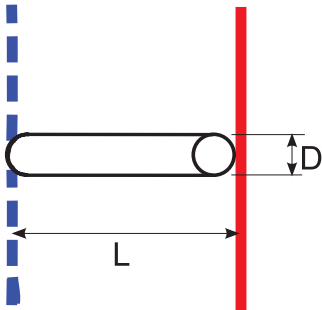

Bild 26 Bypass Detailansicht (→ [1] IDUS E Abb. 24 und 25)
- [1] Bypass (→ Abb. 26) (→ [1] Tab. 9)